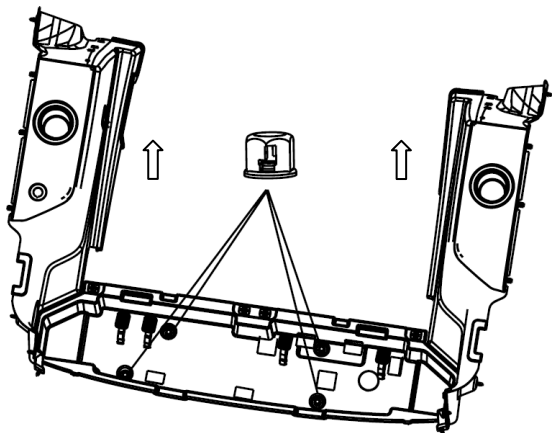

图 2-2-1 行李箱工具箱总成拆卸示意图
1、如上图 2-2-1 所示，逆时针旋转拆下四个螺母型塑料卡扣 BYDQ834A0611（直接拔会造成卡扣破坏），向上抬就可以将行李箱工具箱总成与行李箱前盖板总成一起从车身上拆下。